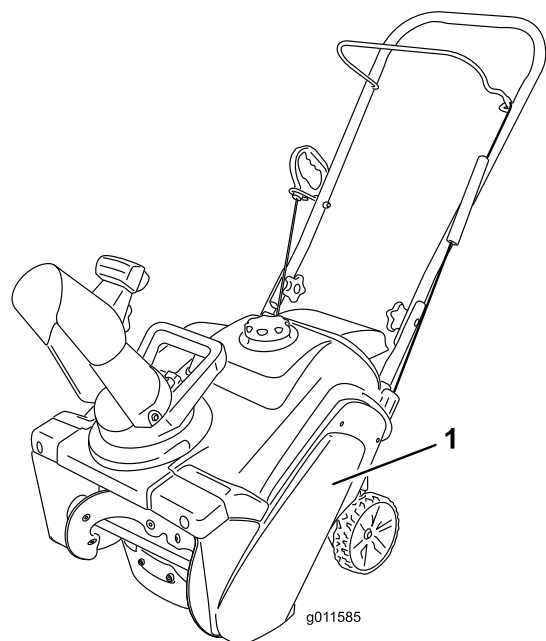

Figure 29
1. Enlevez les 4 boulons qui fixent le couvercle de la courroie d'entraînement (Figure 29) en place.